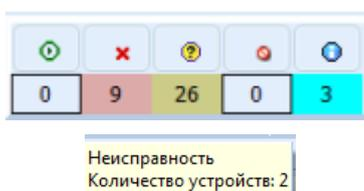

Рис. 5
- **Компонент Пожарная подсистема**, включающий количество устройств, находящихся в состоянии *Пожар* и *Внимание* (если подвести курсор к ячейке, окрашенной в цвет состояния устройства, то всплывет подсказка с названием состояния и количеством устройств в данном состоянии), а также общее состояние системы и кнопку для ручного сброса состояний (Рис. 5).